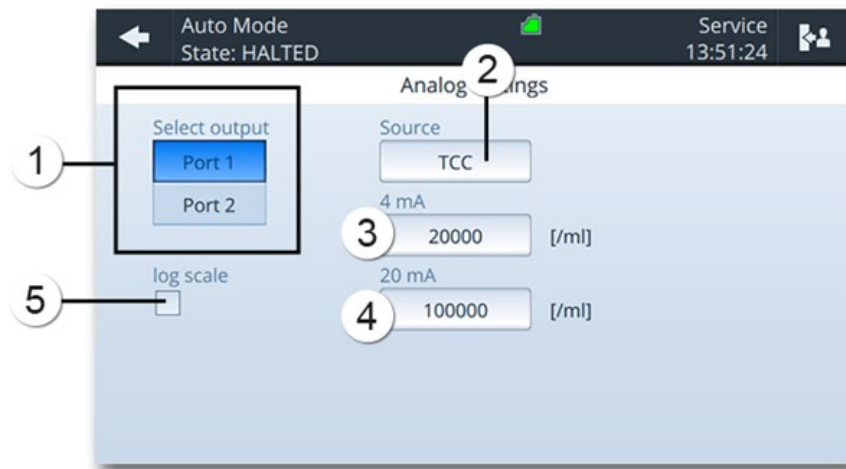

Figure 6-6 Paramètres de sortie analogique
4.	Choisissez Port 1 ou Port 2 (figure 6-6)
5.	Choisissez la source (figure 6-6, position 2).